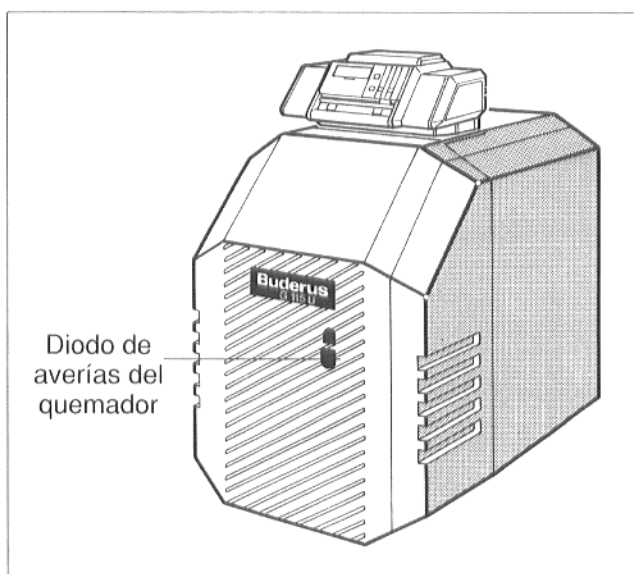
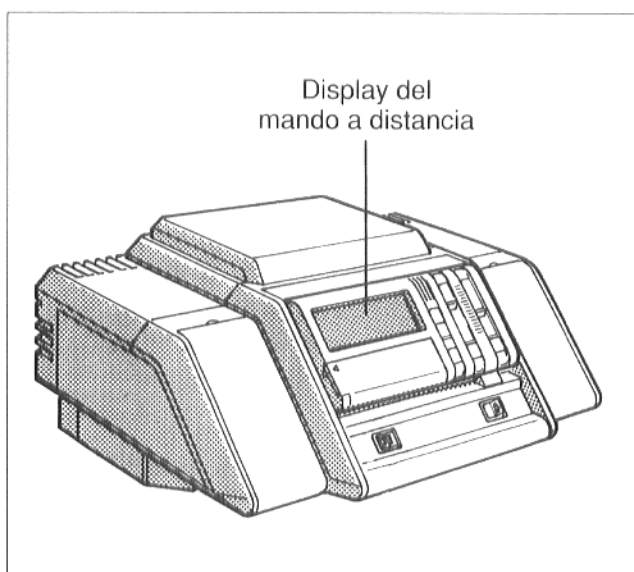

fig. 5
fig. 6
- Al encenderse el diodo de señalización del diodo de averías (fig. 5), pulsar el diodo de averías. Adicionalmente, la avería es indicada como "Avería del quemador" en el display del mando a distancia (fig. 6).